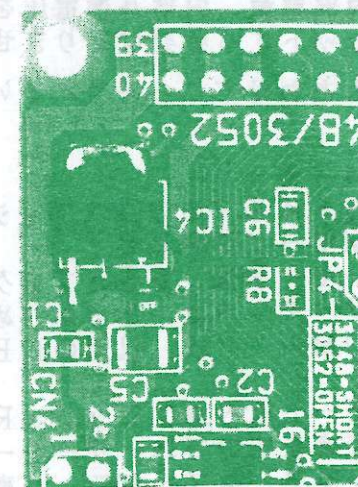

図2
- ② IC4(3端子レギュレータ78M05)が実装済みです。書き込み後に外部から、5Vを供給し動作させる場合はIC4の出力ピンを切り離してください。(図2参照)
動作電源は三端子レギュレータ78M05による安定可回路がのっていますので、7.5V以上で200mA以上供給出来るものをご用意ください。安定可された5Vがある場合は三端子レギュレータ(78M05)IC4の出力ピンを切り離してください。(図2参照)